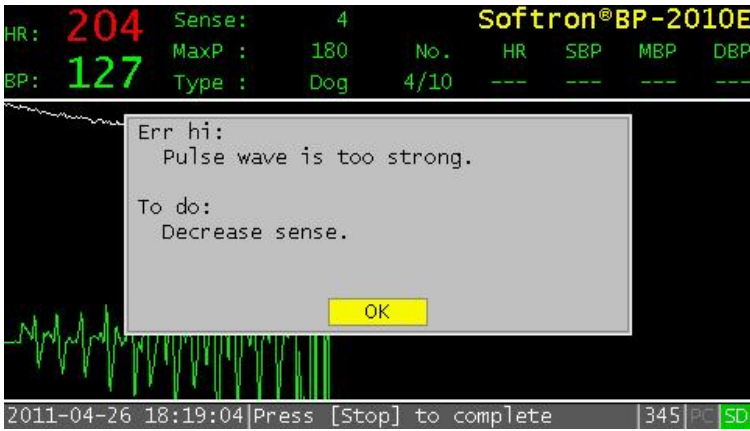

图 3-6 测量错误
- 到这里，一次测量结束，如果使用了打印机，则输出测量结果。如果处于自动开始模式，根据软件上 TimeMode或Time时间序列的设定将紧接着下一次测量。测量完设定的次数后，如果System setup 菜单中sound声音处于ON开启状态，BP-2010E就会发出“噼—噼—噼—噼—噼——”的声音，表示测量结束。此时按START/STOP键会进入下一轮测量。如果测量中发生错误，则会发出“噼——”声，并显示错误信息，此时按下Info/Back键或按下旋转钮，则会继续测量，直到测量完设定的次数（如发生特别的错误，将显示错误消息，终止测量）。当测量过程中，由于动物肢体动而引起的测量错误，将会弹出提示框如图3-6所示：